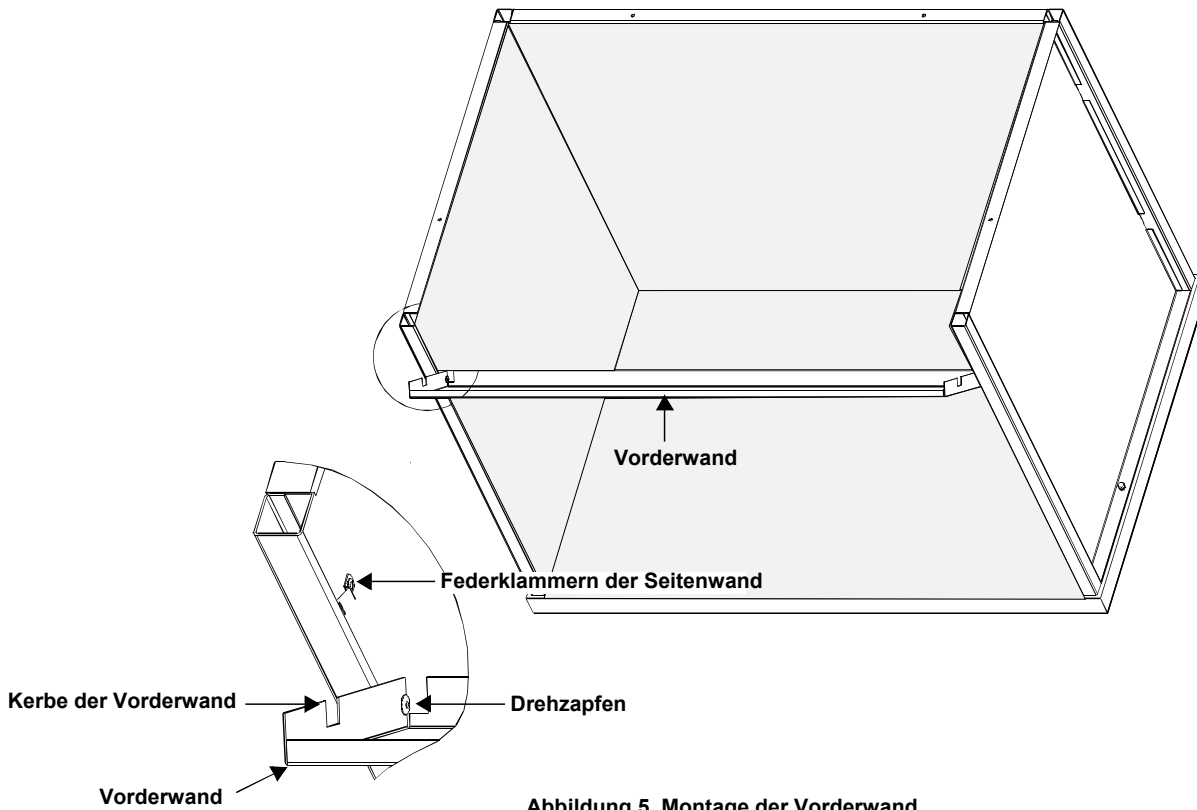

Abbildung 5. Montage der Vorderwand
9. Schwenken Sie die Vorderwand nach oben zum Gerät und sichern Sie sie, indem Sie sie um die Drehzapfen drehen und mit den Federklammern der linken und rechten Seitenwand befestigen. Siehe Abbildung 5